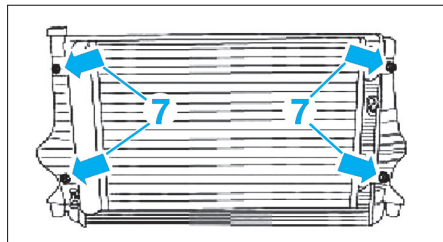

Fig. 21
- Déposer les vis (7) du faisceau de condenseur (Fig.21).